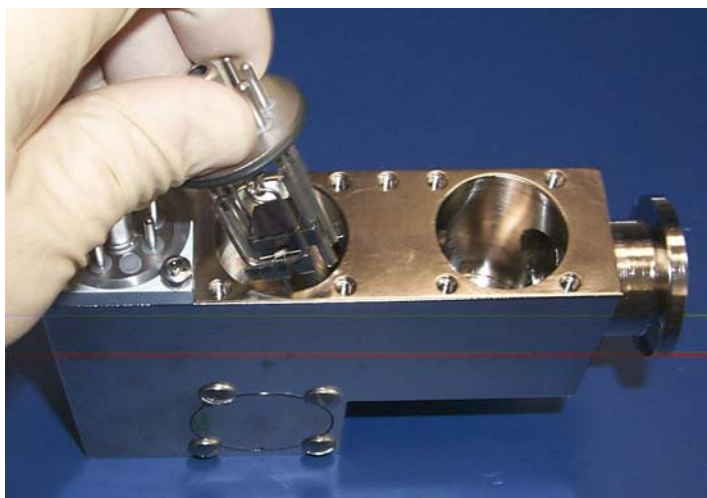

Figura 4-12 Extracción de la Fuente de Iones
2. Extraiga la fuente de iones del cuerpo del tubo del espectrómetro (Figura 4-12).
7. Deslice con mucho cuidado la fuente de iones fuera del cuerpo del tubo del espectrómetro (Figura 4-12 en página 4-14).